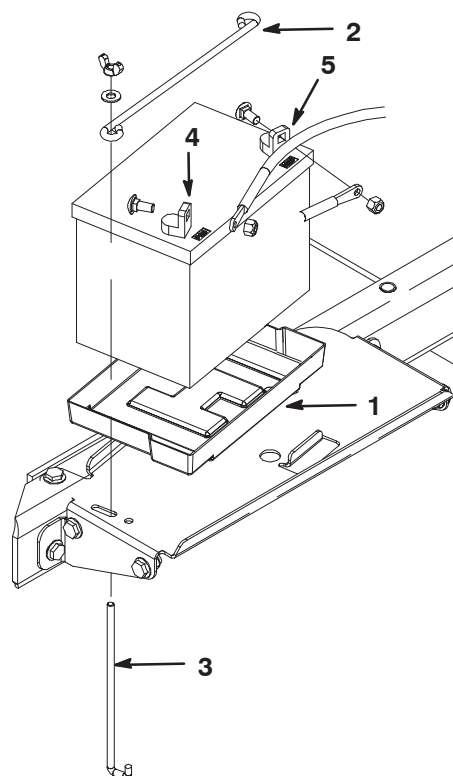

Figure 5
8. Insérez la batterie dans le support de son logement (Fig. 5) en veillant à tourner les bornes vers l'extérieur.
9. Fixez la batterie au fond de son logement avec une tige horizontale et (2) tiges verticales, (2) rondelles plates et (2) écrous papillons (Fig. 5).
10. Commencez par fixer le câble positif (rouge) à la borne positive (+) de la batterie au moyen d'un boulon et d'un écrou (Fig. 5). Fixez ensuite le câble négatif
(noir) à la borne négative (-) de la même manière (Fig. 5). Placez le capuchon protecteur sur la borne positive pour éviter les courts-circuits.